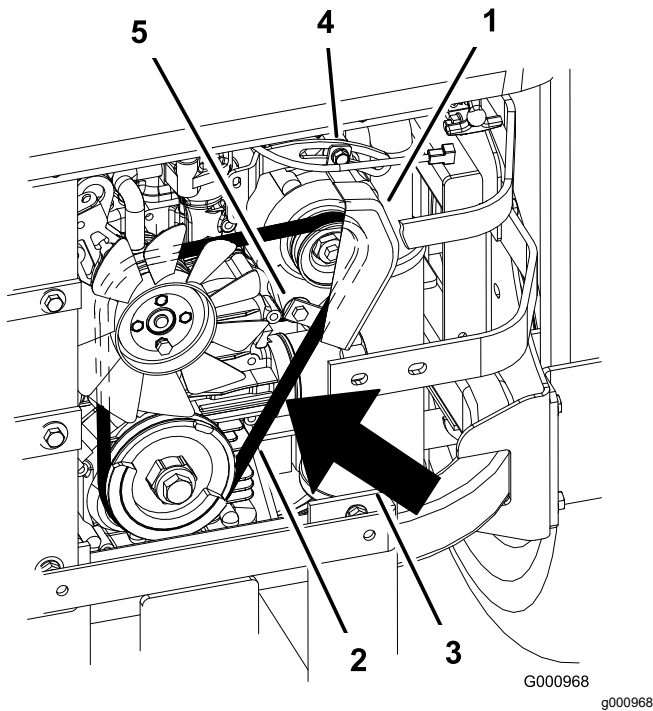

Bild 94
2. Stellen Sie die Lichtmaschine nach außen ein, sodass der Riemen zwischen den Motor- und Lichtmaschinenspannscheiben beim Aufbringen einer Kraft von 10 kg 7 mm bis 9 mm durchbiegt (Bild 94).
5. Wenn die Spannung richtig ist, ziehen Sie die untere und obere Schraube fest (Bild 94).